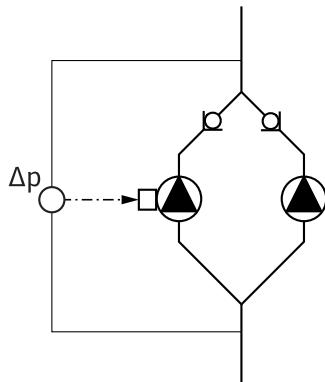

Fig. 13: Voorbeeld, aansluiting
- In het voorbeeld in Fig. 13 is de master-pomp, gezien in stroomrichting, de linkerpomp. Op deze pomp moet de verschilddruksensor worden aangesloten.
De meetpunten van de verschilddruksensor van de master-pomp moeten in de desbetreffende verzamelbuis op de zuig- en perszijde van de dubbelpompinstallatie liggen (Fig. 13).